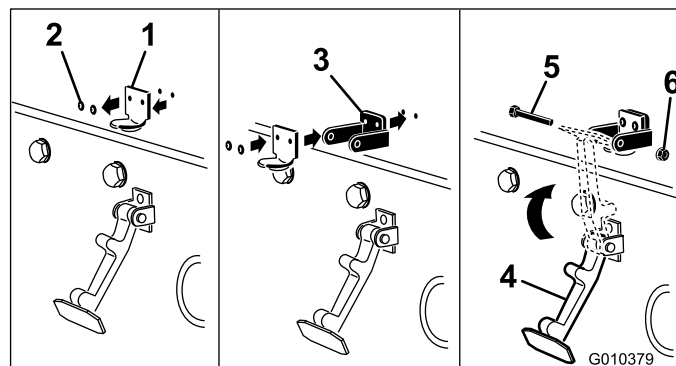

Figura 4
2. Retire los 2 remaches que sujetan el cerradero del capó al capó (Figura 4). Retire el cerradero del capó.
3. Alineando los taladros de montaje, coloque el cierre de seguridad para CE y el cerradero sobre el capó. El cierre de seguridad debe estar en contacto directo con el capó (Figura 4).
5. Enganche el cierre en el cerradero del capó (Figura 4).
6. Introduzca un perno (1/4 x 1-1/2 pulgada) a través del seguro de cierre del capó y fíjelo con una contratuerca (Figura 4).